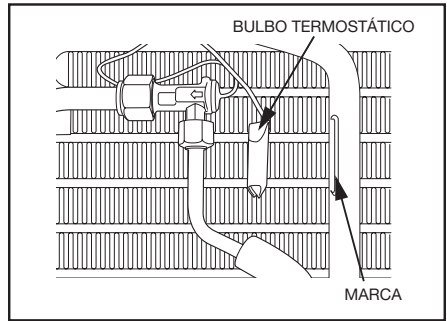

figura 5
5. Coloque el bulbo termostático en las muescas correspondientes del evaporador y asegúrelo con la sujeción original (Ver figura 5).